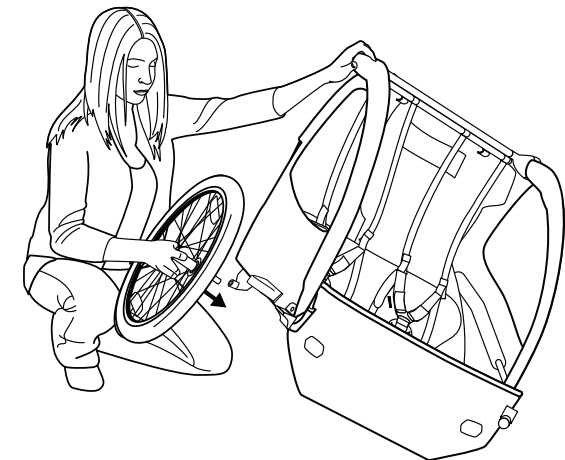

Figura 6
2. Inserte el eje de la rueda en el receptor del eje y luego suelte el botón. Tire fuertemente de la rueda para asegurarse de que el eje esté sujeto completamente. (Figura 6)